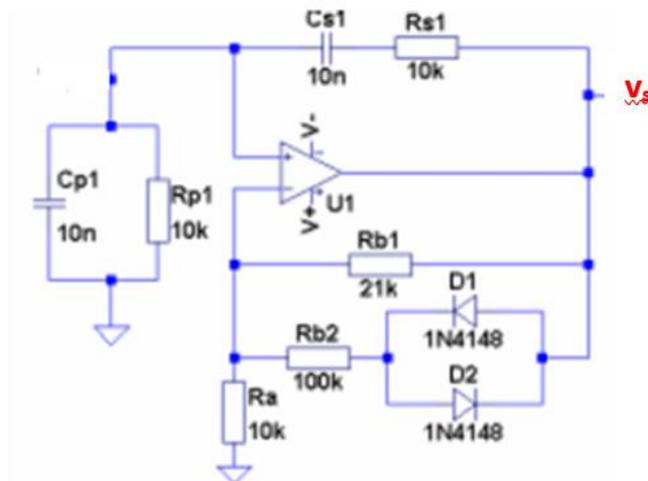

Fig.5.3 - Oscilador com Ponte de Wien com CAG
a) No circuito da Fig. 5.3 observe o sinal em  $V_s$  durante um intervalo de tempo de 12ms.